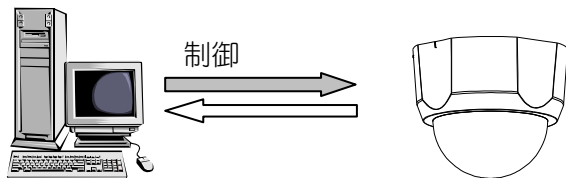

図 16-1 ユニキャストについて
- (1) 図 16-1に示すように、カメラと接続機器が1対1で通信する方式です。
- (2) 複数箇所での監視は出来ません。